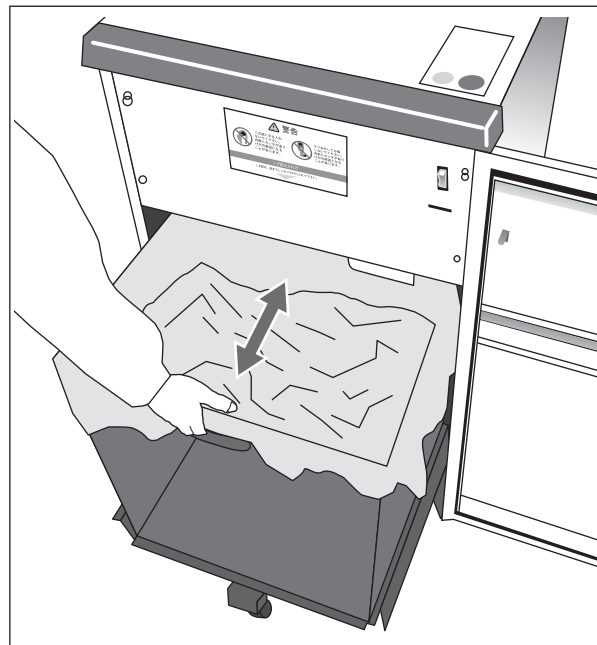

図11 細断屑の処理
- チップボックス⑩が細断屑で満杯になると、クズ満杯ランプ⑪が点滅し、自動で屑をならします。屑ならしは約10秒で終わりますのでお待ちください。屑ならしが終わり、クズ満杯ランプ⑪が点灯したら、以下の手順に従って、細断屑を処理してください。
1.扉⑥を開けてチップボックス⑩を引き出し、細断屑を捨ててください。 **図11 参照**
- 細断屑を処理するときは、細断屑がこぼれないように、チップボックス⑩を軽く前後左右にゆすってから、ゆっくりと引き出してください。
2.チップボックス⑩にチップ袋をセットしてシュレツダに入れてください。